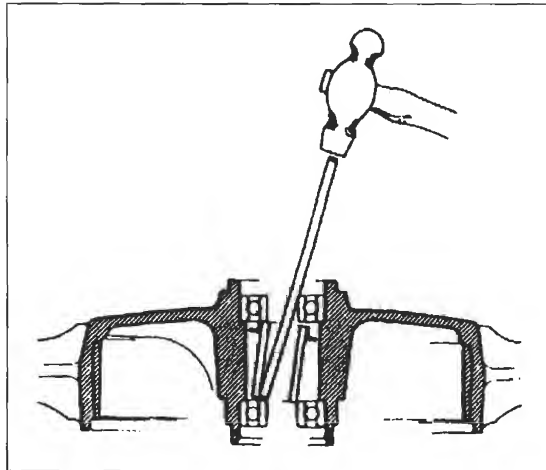

Bild 172
- Distanzhülse zwischen den Radlagern aushebeln. Lager mit einem 10 mm-Dorn mit leichten Schlägen schrittweise über Kreuz austreiben (Bild 172). Nach Ausbau eines Lagers Distanzhülse entnehmen und gegenüberliegendes Lager austreiben.